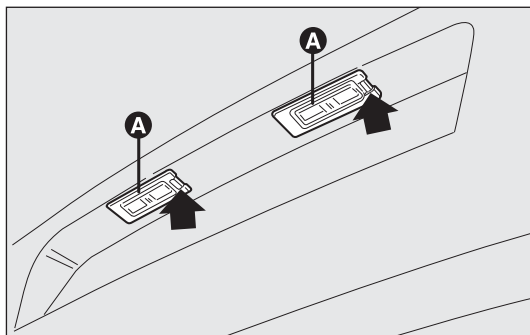

рис. 153
- нажмите в точке, указанной стрелкой, и снимите прозрачную крышку А – рис. 153;